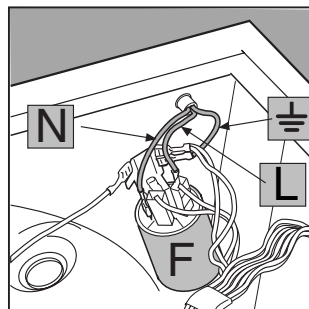

Abb. 4
3. Nehmen Sie die Drähte vom Entstörer F [Abb. 4] ab, achten Sie hierbei auf die korrekten Anschlussstellen (**Blauer Draht=N; Brauner Draht=L**) und lassen Sie den Erdleiter \perp bis zum Schluss.